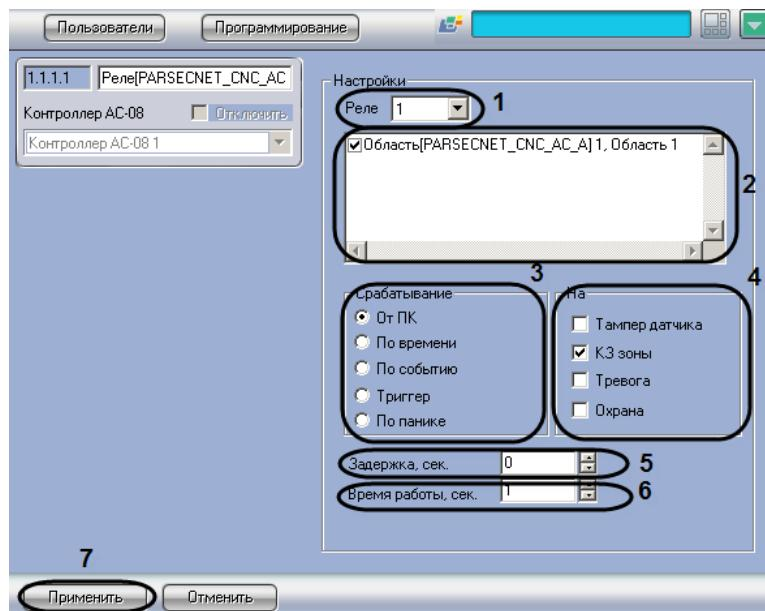

Рис. 3.5—7 Панель настроек объекта Реле
2. Из раскрывающегося списка **Реле** выбрать порядковый номер реле (см.Рис. 3.5—7,1).
3. Установить флагки напротив тех охранных областей, в которых используется данное реле (см. Рис. 3.5—7,**2**).